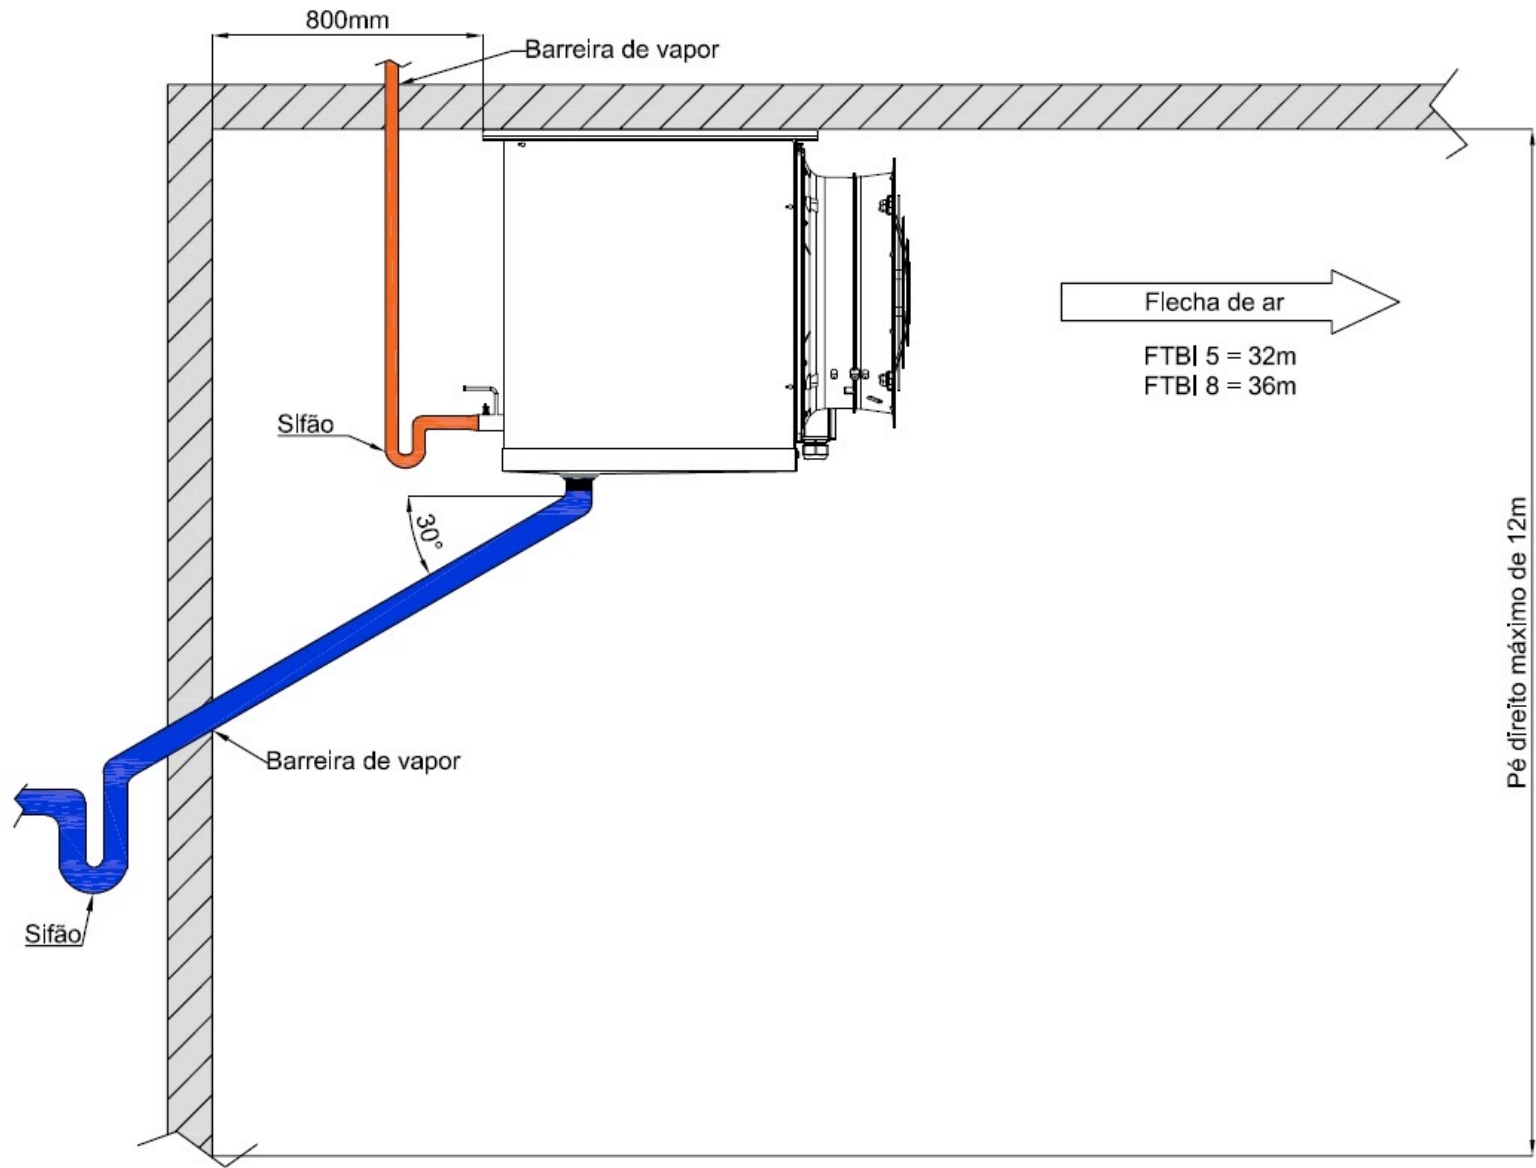

Figura 4 - Dreno da bandeja do evaporador e sifão na linha de sucção
- Deve-se observar uma distância mínima da parede, devido ao retorno do ar ao evaporador e a flecha de alcance do ar, conforme Figura 4.
- Mantenha as tubulações de entrada (E) linha de líquido e saída (S) linha de sucção do evaporador e tubo de equalização da válvula de expansão tampadas até o momento de se fazer as soldas e/ou interligações.
- Na sucção, abaixo do nível do núcleo aletado do evaporador, deve-se instalar um sifão, para diminuir o risco de ir líquido para o compressor e garantir retorno de óleo ao mesmo, conforme Figura 4.